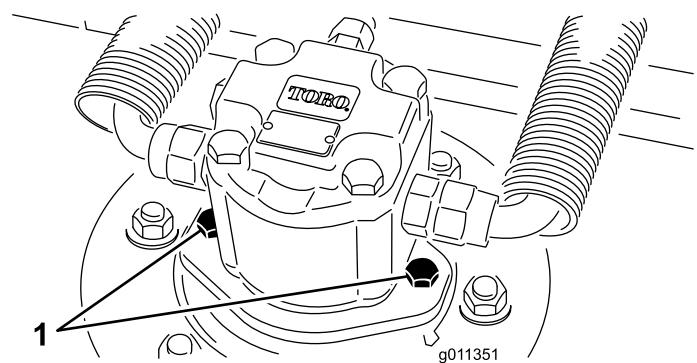

Figura 92
2. Scollegate e staccate il motore idraulico dall'apparato di taglio (Figura 92). Coprite la parte superiore del fusello per impedire che venga contaminato.
3. Montate il motore idraulico sull'apparato di taglio (Figura 92). Verificate che l'anello toroidale sia in sede e non sia danneggiato.